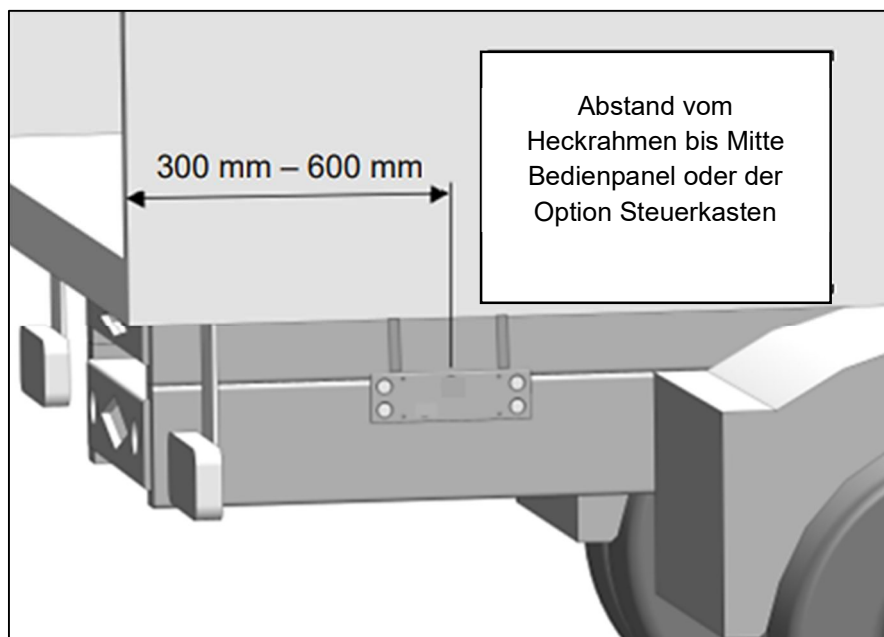

Abbildung 23
- Bedienpanel rechts am Fahrzeugende montieren, so dass die Plattform vom Steuerplatz aus übersehbar ist. Der Abstand soll bei allen Konfigurationen, mit oder ohne Halter, **300mm bis 600mm** betragen (EN1756-1 Norm). Siehe Abbildung 23.